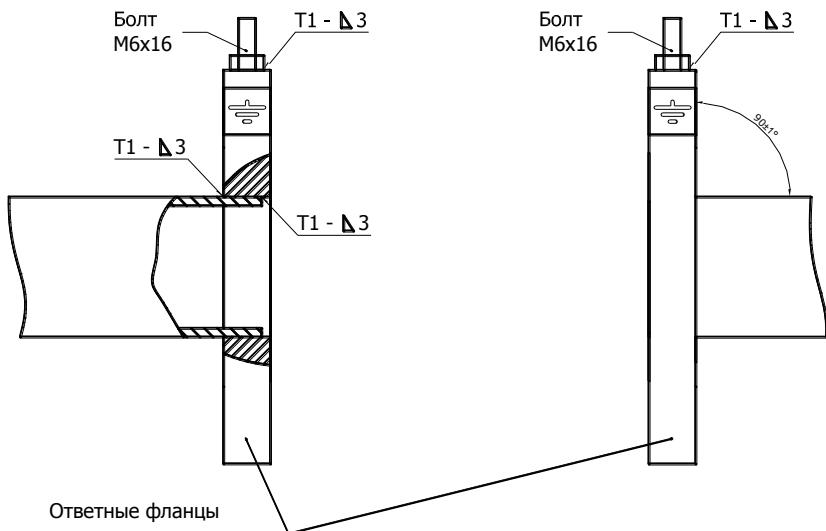

Рис. 8.5
8.3.4 К прямолинейным участкам трубопровода приварить фланцы в соответствии с ГОСТ12820-80, при этом угол между осью трубопровода и плоскостью фланца должен быть $90\pm1^\circ$. Фланцы следует приваривать таким образом, чтобы после установки расходомера (ППР) ось электродов ППР лежала в горизонтальной плоскости (допустимое отклонение от линии горизонта $\pm 10^\circ$). При монтаже ответных фланцев необходимо приварить болт заземления к верхней части монтируемого фланца (см. рис. 8.5).
ВНИМАНИЕ!!! На датчики расхода, монтаж которых выполнен с нарушением требований ГОСТ 12820-80 (соединение трубы-фланец), гарантийные обязательства не распространяются (см. рис. 8.5а).
Рис.8.5а